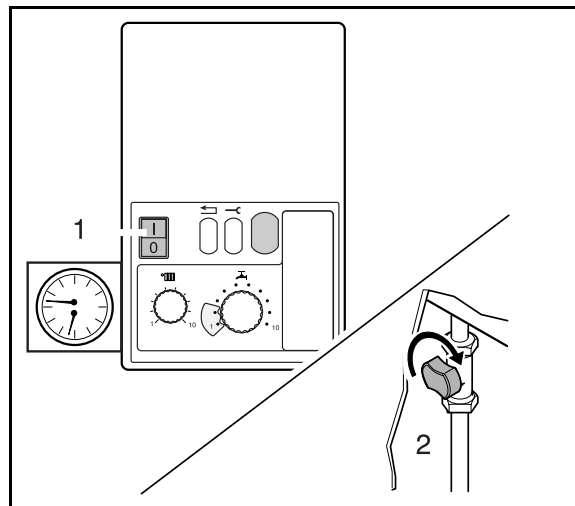

Abb. 3 Netzschalter, Gasabsperrhahn
- Netzschalter (Abb. 3, Pos. 1) auf Stellung "0" stellen.
- Gasabsperrhahn schließen: nach rechts drehen (Abb. 3, Pos. 2).